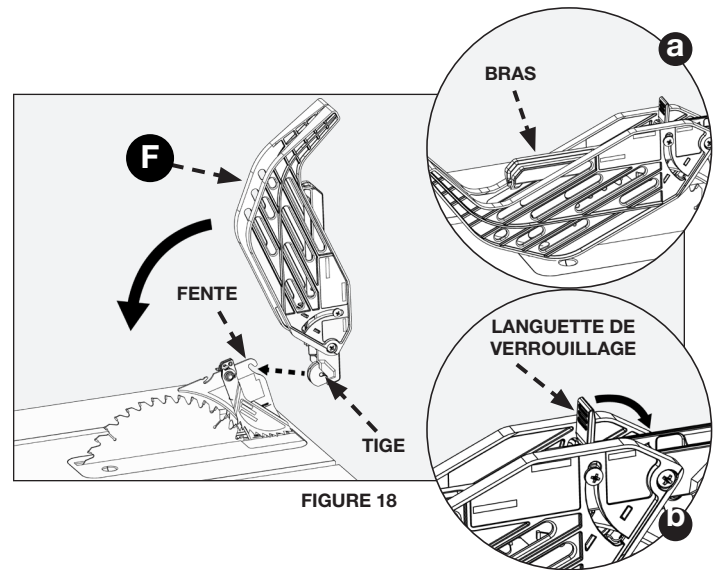

FIGURE 18
Tout en maintenant le protège-lame (F) en position verticale, comme illustré sur la figure 18, tirez la tige du protège-lame complètement vers le haut dans la fente sur le couteau diviseur.